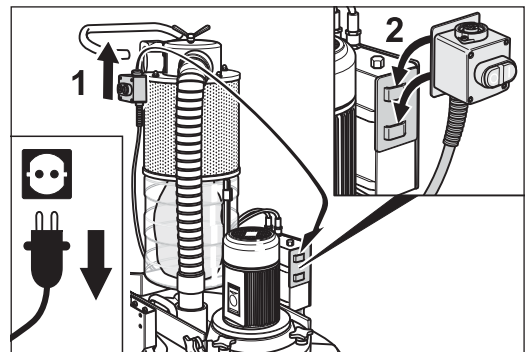

Abb. 68 Den Ein-/Aus-Schalter am Fahrgestell aus-hangen (1) und in die Transporthalterung am Schaltkasten einhangen (2).
- 4 Hangen Sie den Ein-/Aus-Schalter am Fahrgestell aus (Abb. 68, 1) und in die Transporthalterung am Schaltkasten ein (Abb. 68, 2).